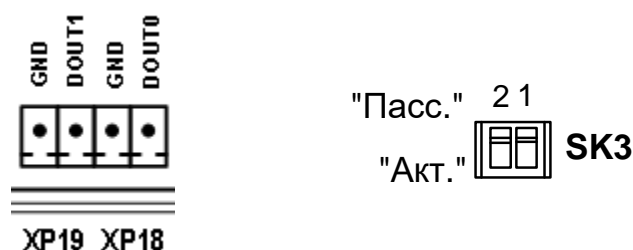

Рис.11. Маркировка коммутационных элементов дискретных выходов.
6.4.4.2. Маркировка коммутационных элементов дискретных выходов DOУT0, DOУT1 показана на рис.11.